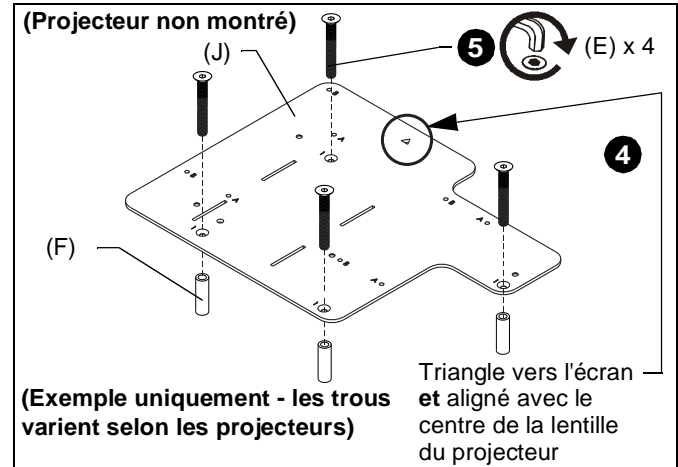

Figure 9
3. Placez quatre rondelles (F) sur les inserts filetés au bas du projecteur.
4. Placez le support d'interface (J) [avec le marquage « A » et « B » visible] au bas du projecteur, en alignant les trous de montage (marqués en « 1 ») dans le support avec les rondelles et les insertions filetées dans le bas du projecteur, en vous assurant que le triangle du support pointe en direction de l'écran, et s'aligne avec le centre de la lentille du projecteur. (Voir Figure 9)
5. Placez quatre vis à tête plate M4 x 16 mm (E) dans les trous de montage marqués en « 1 » au travers des rondelles (F) et dans les insertions filetées. (Voir Figure 9)